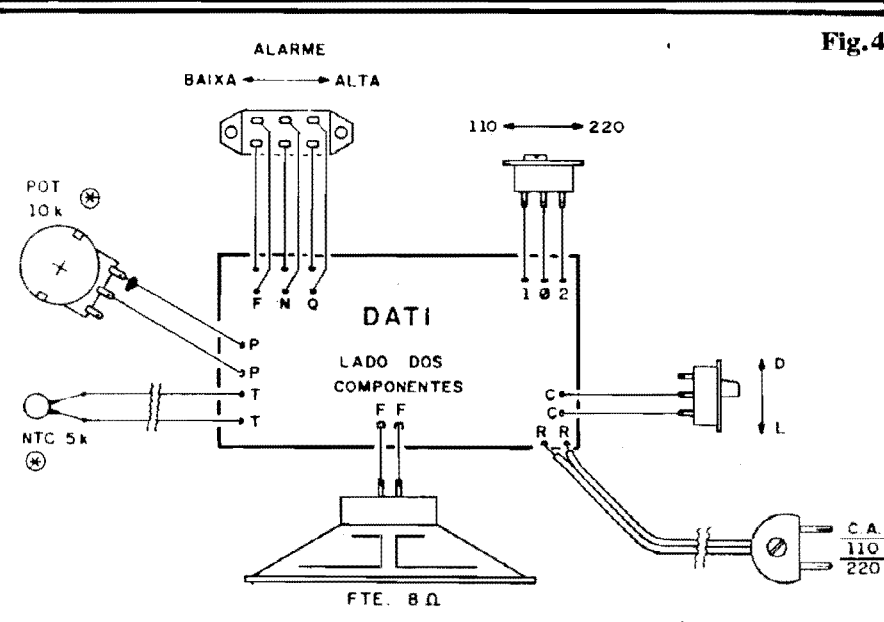

Fig. 4
- FIG. 4 - LIGAÇÕES PERIFÉRICAS - As conexões externas à placa são vistas na figura, onde a placa é mostrada pelo seu lado não cobreado (assim como ocorreu na ilustração anterior...). Observar as ligações ao potenciômetro (apenas dois dos seus terminais precisam ser ligados), que é visto pela traseira. Notar as conexões às chaves L-D (liga-desliga) e "110-220" (para adequação à Tensão da rede local), as quais são acompanhadas de setas que indicam inclusive o sentido de acionamento dos controles... O ponto mais importante, contudo, refere-se às ligações da chave de função do alarme (alarme de "baixa" e alarme de "alta", conforme indica a seta de acionamento...): seus 6 terminais devem ser ligados às respectivas ilhas/furos rigorosamente conforme mostrado, já que a mínima inversão nessas conexões "embananará" totalmente o funcionamento do DATI... O NTC (muito provavelmente ligado à placa em condição "remota", por um cabinho paralelo relativamente longo...) e